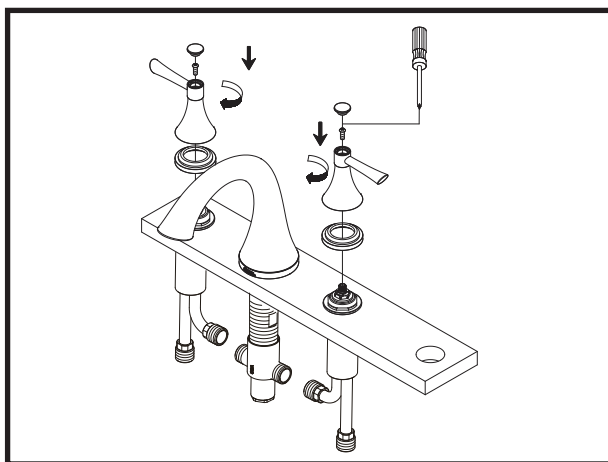

Figure 4-1
- Screw escutcheon onto valve body until it is flush with the deck. Install handle, and tighten screw to valve stem(Fig 4-1).
Atornille el cubiertea en el ensamblaje de la válvula hasta que quede al ras de la superficie. Instale la llave y ajuste el tornillo al vástago de la válvula(Fig 4-1).
Visser l'applique sur le corps du robinet jusqu'à ce qu'il soit à niveau avec le tablier. Installer la poignée et serrer la vis à la tige de soupape(Fig 4-1).